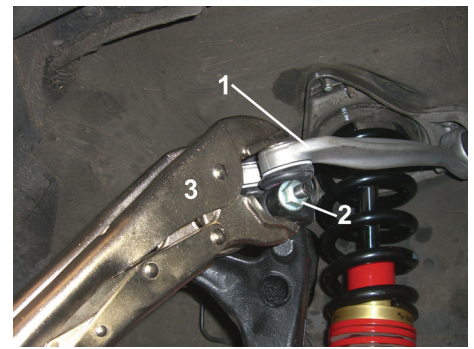

Fig. 6:
- **Fig. 6** Die oberen beiden Lenker (1) am Achsschenkel wieder einstecken.
- Neue Befestigungsschraube (2) einsetzen,
- Lenker mit zwei Gripzangen (3) andrücken und
- Befestigungsschraube (2) festziehen.
- **Fig. 6** Stick the upper two links (1) back onto the steering knuckle.
- Use new fastening screw (2).
- Tighten fastening screw (2).
- **Fig. 6** Insérer de nouveau les deux bras supérieurs (1) sur la fusée d'essieu.
- Mettre en place une nouvelle vis de fixation (2).
- Appuyer légèrement le bras avec deux pincas étaux (3) et serrer solidement la vis de fixation (2).
- **Fig. 6** Volver a introducir las dos barras de dirección superiores (1) en el cuello del eje.
- Utilizar un tornillo de sujeción (2) nuevo.
- Presionar la barra con dos tenazas (3) y
- Apretar el tornillo de sujeción (2).